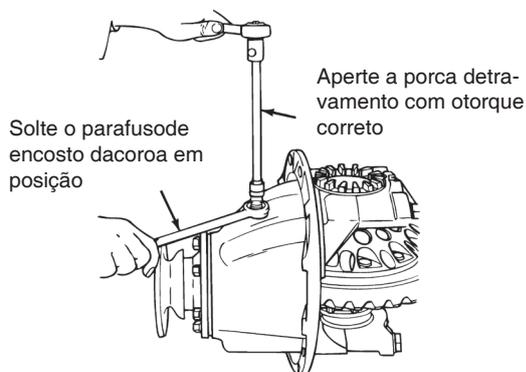

Figura 5.62
5. Aperte a porca de travamento, com o valor de torque especificado contra a caixa do diferencial. Veja Seção 8. Figura 5.62.